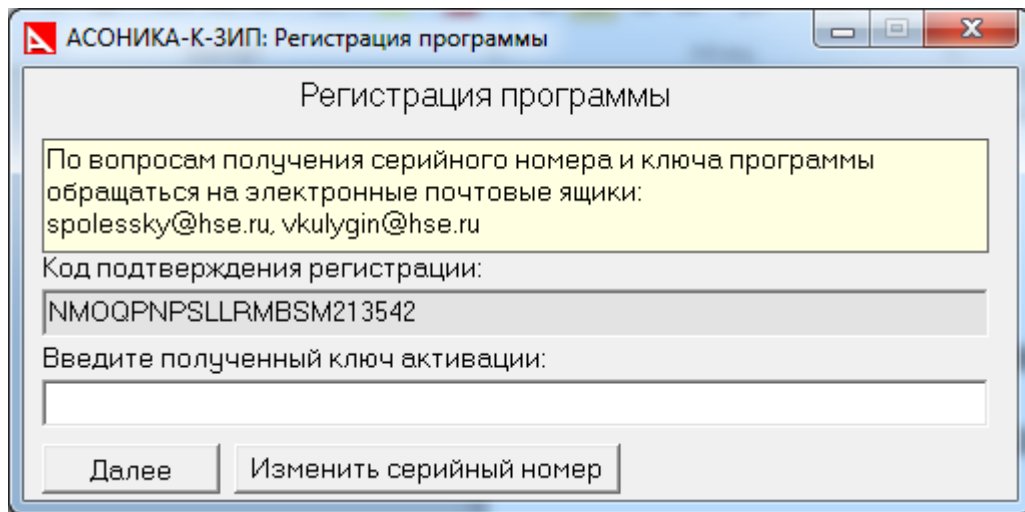

Рис. 3.9. Регистрация программы. Окно подтверждения регистрации
- В появившемся окне (см. рис.3.9) будет выведен уникальный код подтверждения регистрации.